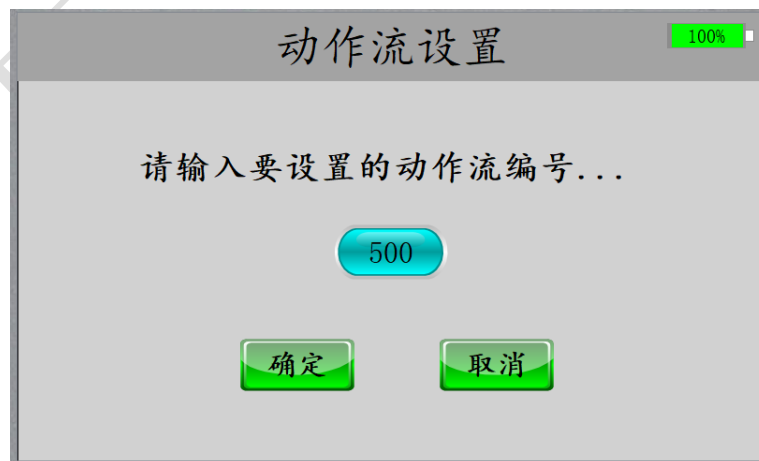

图 4-16 动作流号选择界面
- 1、依次点击“触摸屏”上的“地图编辑”->“编辑动作流”会弹出如“图 4-16”的界面，然后输入您将要规划的“动作流编号”，然后点击“确定”按钮，系统当前支持最多【500】条动作流，每条动作流支持最多【100】个功能。